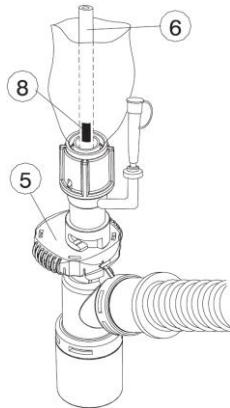

図 3
- (1) 本品の使用については、関連する標準的治療法に従うこと。
(2) 吸引開始前に人工呼吸器の設定を確認し、患者を評価し、関連する標準的治療法に従い前酸素化を行う。接続が緩んでいると切断や漏れが発生する可能性があるため、すべての接続部分が確実に接続されているか確認する。
(3) 本品やカテーテル洗浄液(0.9%塩化ナトリウム水溶液)容器に損傷や変色がないか確認し、必要に応じて交換する。
(4) 吸引を行うため、回転バルブ(⑤)を反時計方向へ回して開く。(図3)